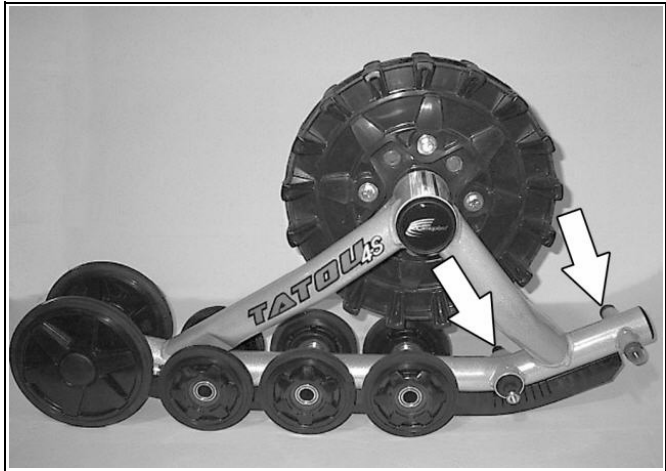

Figura 16
- Rimuovere le due ruote da 201 mm e collocarle dalla parte del tendicingolo (vedere Figura 16).